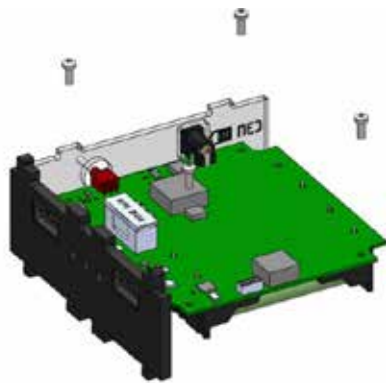

Рисунок 5. Установка боковой стенки
4) Вставить разъемы платы СЭП в вырезы боковой стенки, совместив при этом боковую поверхность прозрачной панели с углублением в боковой стенке (рисунок 5):